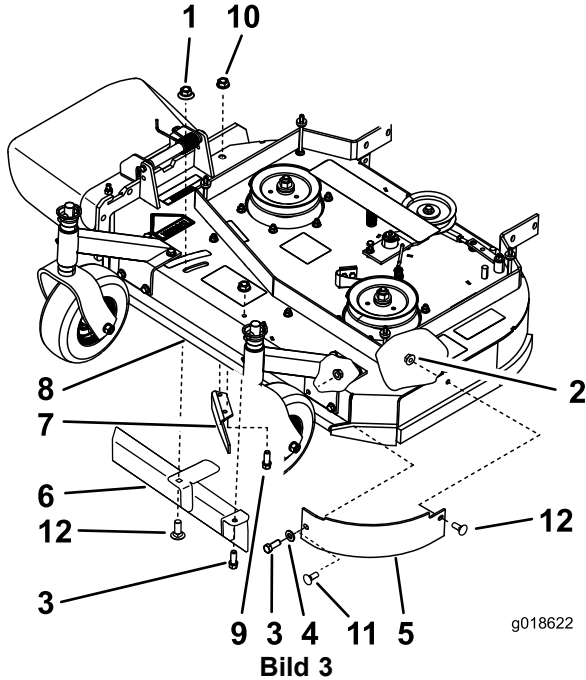
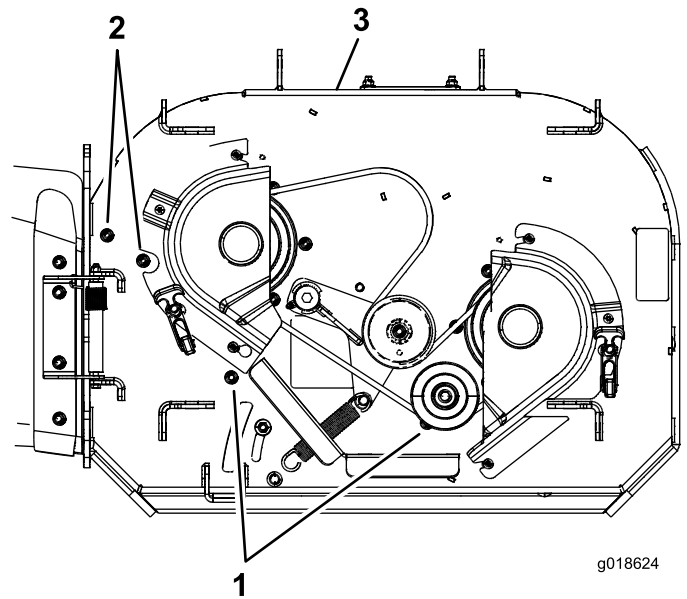

Bild 3
Bild 4
1. Entfernen Sie die Riemenabdeckung vom Mähwerk (Bild 3).
2. Entfernen Sie die Schrauben, Scheiben und Bundmuttern, mit denen das linke vordere Ablenkblech befestigt ist (Bild 3).
4. Entfernen Sie die Schrauben und Bundmuttern, mit denen das Auswurfablenkblech befestigt ist (Bild 3 oder Bild 4). Setzen Sie die Muttern und Schrauben ein, um die nach dem Abnehmen des Ablenkblechs vorhandenen Löcher abzudecken.
5. Schrauben Sie die große Bundmutter oder Haltenocke und die Scheibe aus dem verstellbaren Richtungsablenkblech heraus (Bild 3).
6. Entfernen Sie die Schraube, mit denen das verstellbare Richtungsablenkblech befestigt ist (Bild 3).